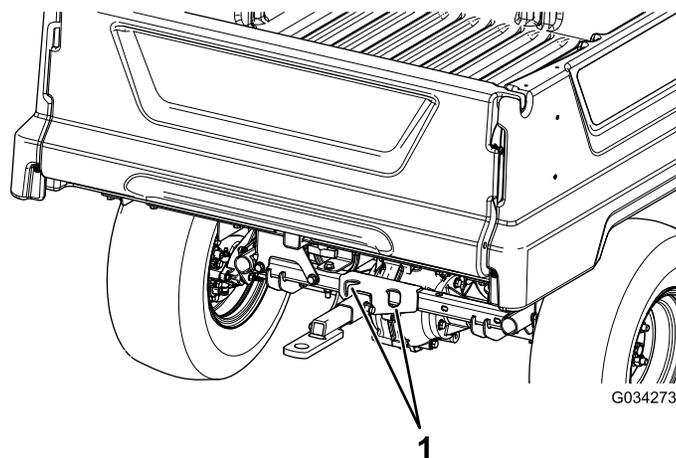
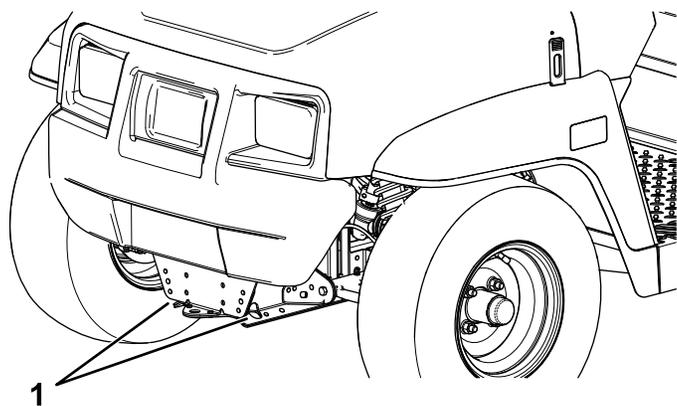

図 21
図 20
ロープがけポイントについては図 20 と 図 21 を参照してください。
- 機体前部にある牽引トングにロープなどの牽引索を取り付ける 図 20。